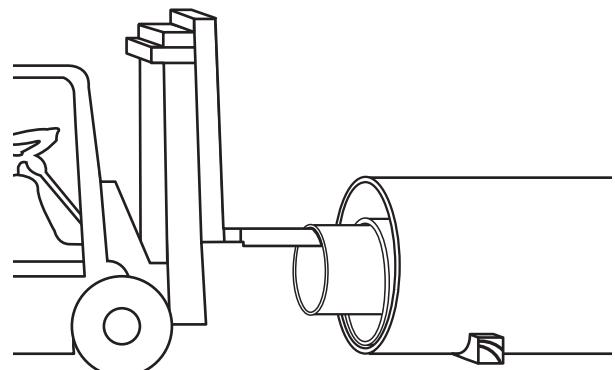

Figura 2-7: extragerea conductelor se face cu o grinda manzonata montata pe motostivuitor
- 4 extragerea conductelor din interior se executa cel mai bine prin ridicarea usoara cu o grinda manzonata urmata de extragerea propriu-zisa fara a deteriora celelalte conducte (**figura 2-7**). In situatia in care exista limitari date de greutatea si lungimea conductelor sau de echipamentul folosit la extragerea acestora, se vor furniza procedee de extragere specifice.